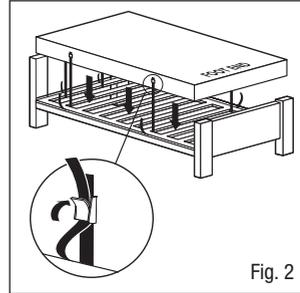

Fig. 2
3. Bevestig het matras aan het bedkader met de aanpasbare riemen - haal de riemen rond het matrasplatform van het bedframe en bevestig met de gespen (Fig. 2) waardoor bewegende onderdelen op elektrische bedframes mogelijk zijn. Dit is belangrijk doordat het matras niet langer van het bedframe los kan komen en mogelijk letsel bij de patiënt kan veroorzaken. Een riemverleningsset is beschikbaar voor gebruik bij divanbedden (onderdeelnummer 11062).